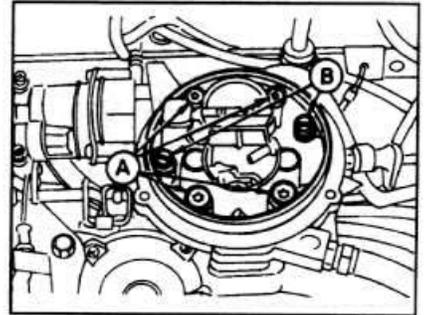

Рис. 4А.37. Расположение 4-х винтов типа TORX (А) крепления карбюратора Weber TLD. Два обычных винта (В) соединяют крышку карбюратора с карбюратором.
- Отвинтите 4 винта типа TORX и снимите карбюратор с впускного коллектора (см. рис. 4А.37). Снимите прокладку карбюратора.